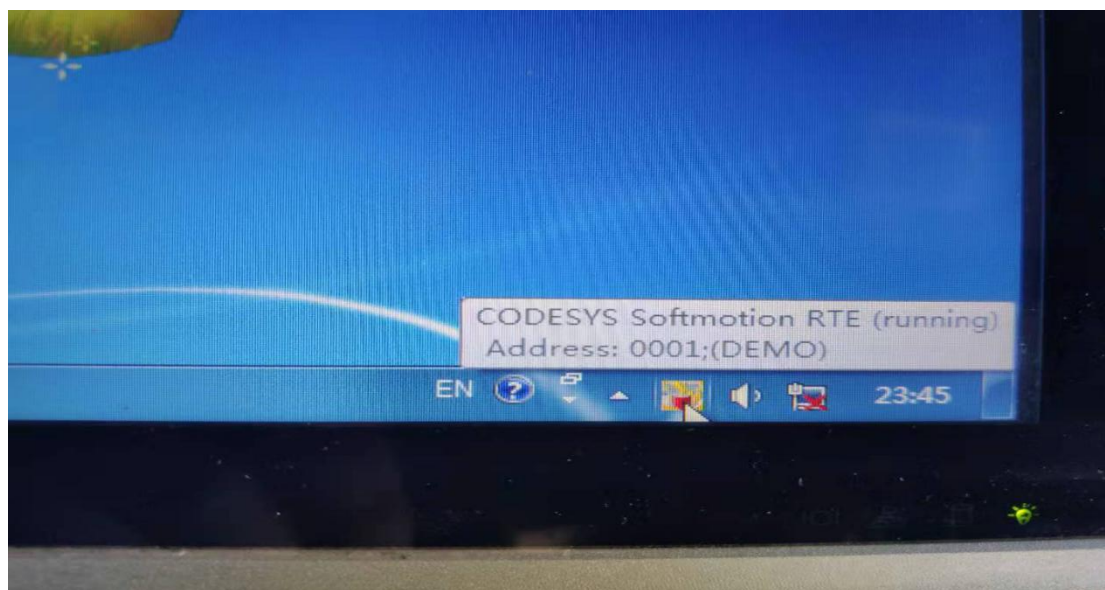

图 2-4-5 CodeSys RTE 未注册
5、重启之后，RTE 的状态为未注册的状态，如图 2-4-5。